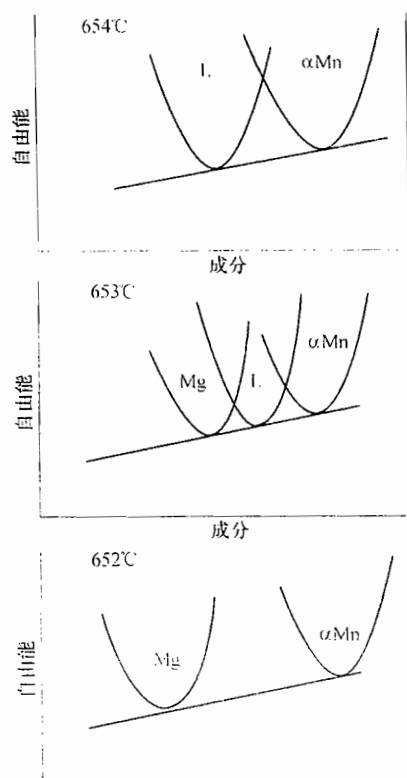

图 5-10 第七题第 2 小题解答图
2. 如图 5-10 所示, 含 4% Mn 的 Mg 合金在 654°C 时以纯 Mn 和含 0.92at% Mn